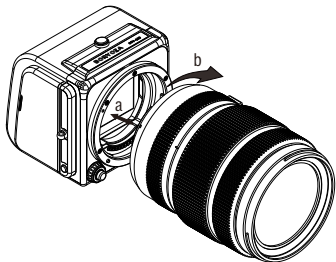

图4
- 1、镜头安装：先取下GTV-100的GF前盖，将镜头的安装标记的对齐GTV-100镜头安装标记点，将镜头卡进GTV-100镜头卡口座后顺时针旋转镜头直至听到“咔”声锁住镜头，为了防止意外脱落，松手之前请务必再次确认镜头已经正确卡住（图4）；